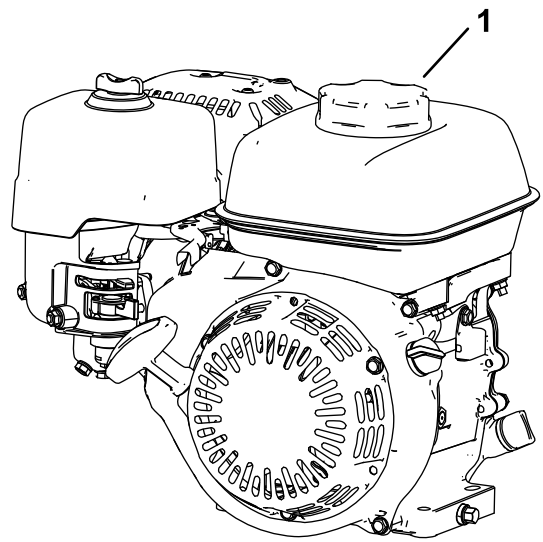

図 14
- 燃料キャップ 図 14 の周囲をきれいに拭いてからキャップを外す。給油は、タンクの首の根元までとしてください エンジンの オペレーターズマニュアル を参照。